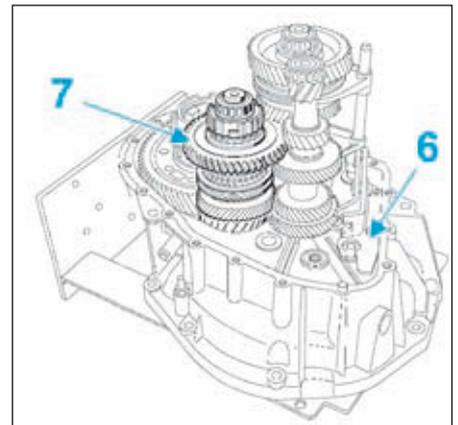
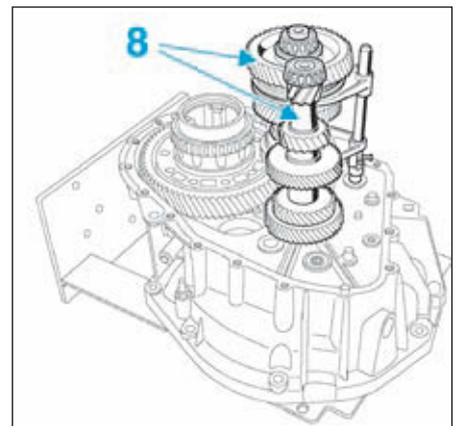

FIG.18
FIG.19
- Déposer (Fig.18):
- l'inverseur de commande (6).
- l'arbre secondaire court (7).
- Déposer l'ensemble arbre secondaire long avec la fourchette et l'arbre primaire (8) (Fig.19).